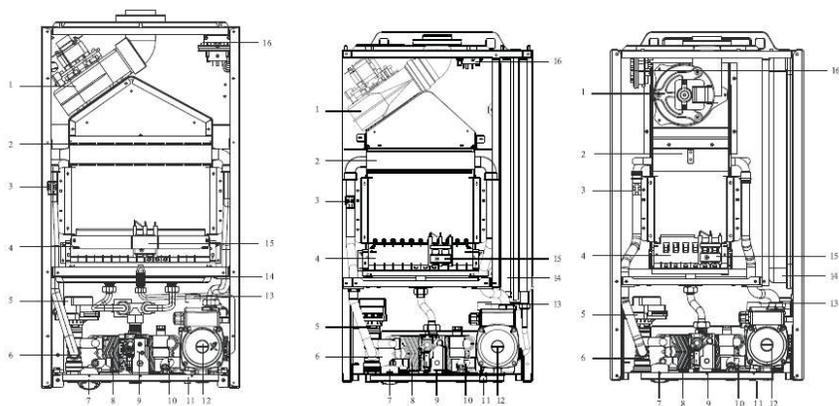

Рис. 2
3.6.1 Модель с пластинчатым теплообменником ГВС (рис. 2)